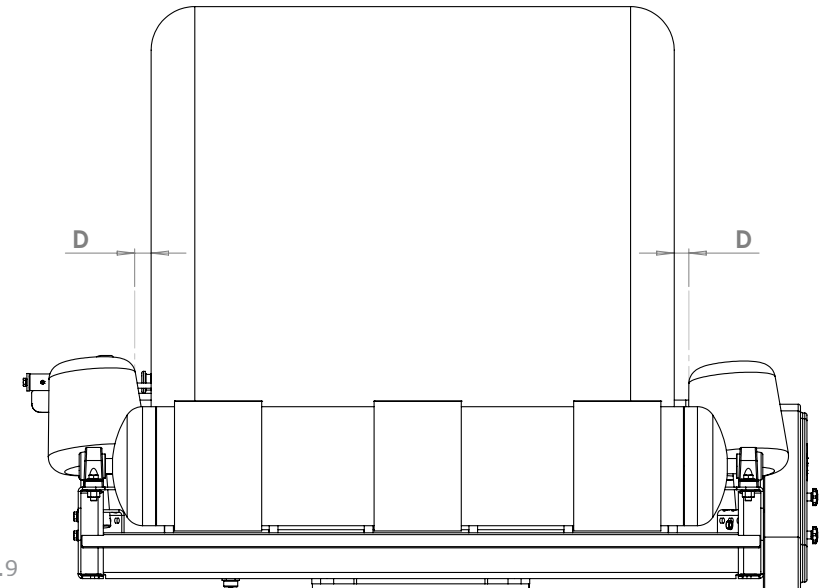

Fig. 6.9
Para conseguir la estabilidad de la paca durante el proceso de encintado, es posible ajustar los rodillos de soporte a diferentes tamaños de pacas. Es importante que los rodillos de soporte se ajusten de modo que la paca se sitúe en la zona media de la mesa. Cuando la paca esté en la mesa (consulte la Fig. 6.9), la distancia entre los extremos de la paca y los rodillos de soporte (D) debe ser  $< 50$  mm.